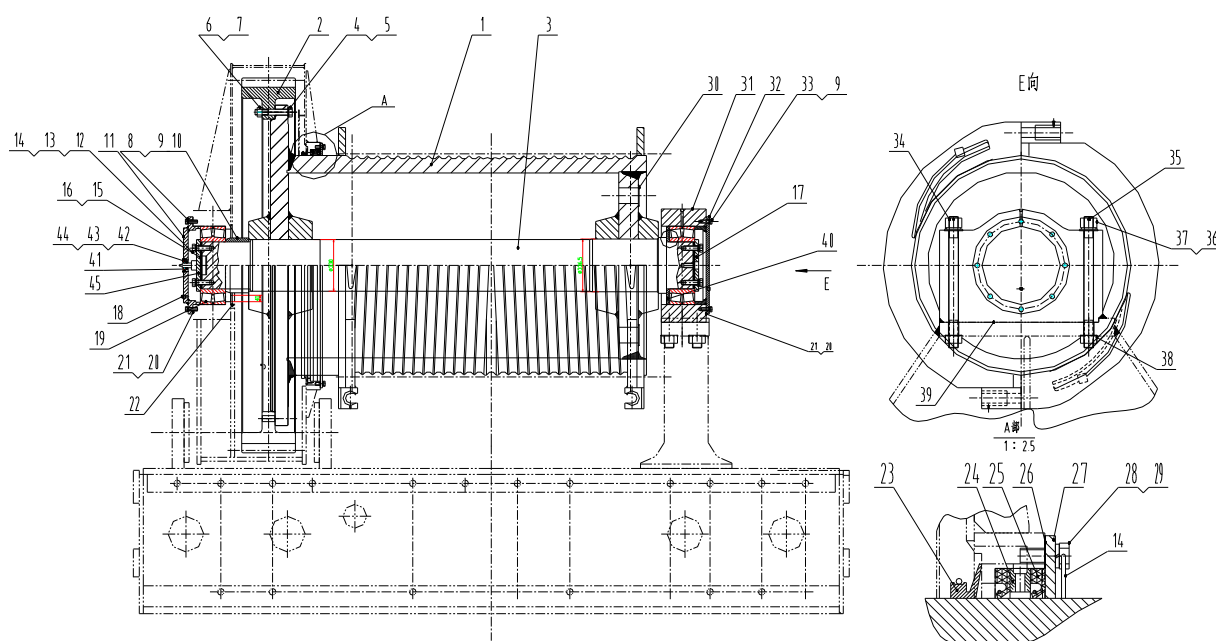

Рисунок 9-9. Конструкция барабана
Демонтировать узел вала подъемного барабана редуктора по нижеследующему порядку (см. рисунок 9-9).
Шестерни барабана, подъемного барабана, запрессованного на барабанном вале, вала подъемного барабана со сфероконическими роликовыми подшипниками, а также из других деталей (см. рисунок 9-9).
А. Сначала демонтировать сальник (42), снять уплотнительное кольцо (41) (см. рисунок 9-9);
Монтаж производится следующим образом (см. рисунок 9-9):
Монтаж уплотняющих деталей подъемного барабана проводится до монтажа вала подъемного барабана (см. рисунок 9-9). На валу барабана используется 3 уплотнительных детали. «V»-образная манжета установлена в корпусе редуктора, контактная кромка плотно прижата к нижней части крышки редуктора. Такое уплотнение обладает отличными свойствами для предотвращения утечки, одна его сторона наклонена, что позволяет большему потоку масла вернуться обратно в редуктор, предотвращая утечку из редуктора. Два уплотнительных кольца в форме «J» разрезного типа также увеличивают защиту от протекания.